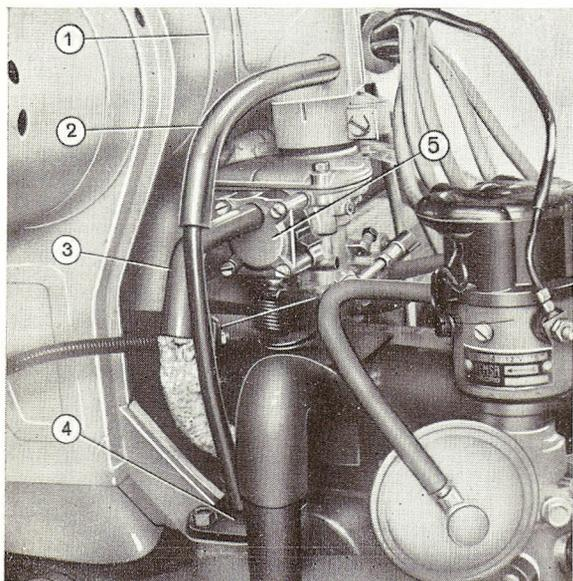

Fig. 28. — Funcionamiento del starter automático.
El aire previamente filtrado es tomado desde el codo del filtro de aire (1) (fig. 28) y a través del conducto (2) se dirige a un laberinto (4) directamente conformado